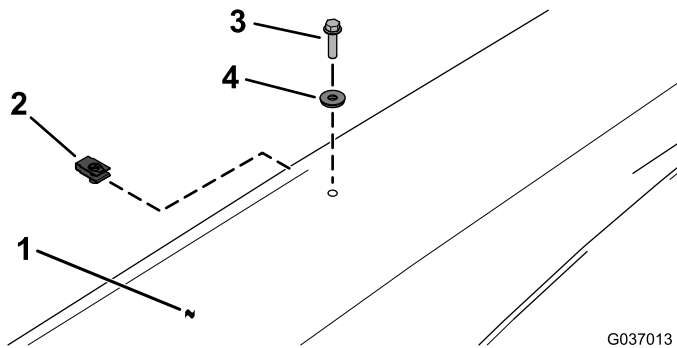

Bild 14
15. Befestigen Sie das Sonnendach mit zwei Clips, zwei Dichtungsscheiben und zwei Bundbolzen ($\frac{1}{4}$ " x 1") an den Dachstützhalterungen, wie in **Bild 14** dargestellt.